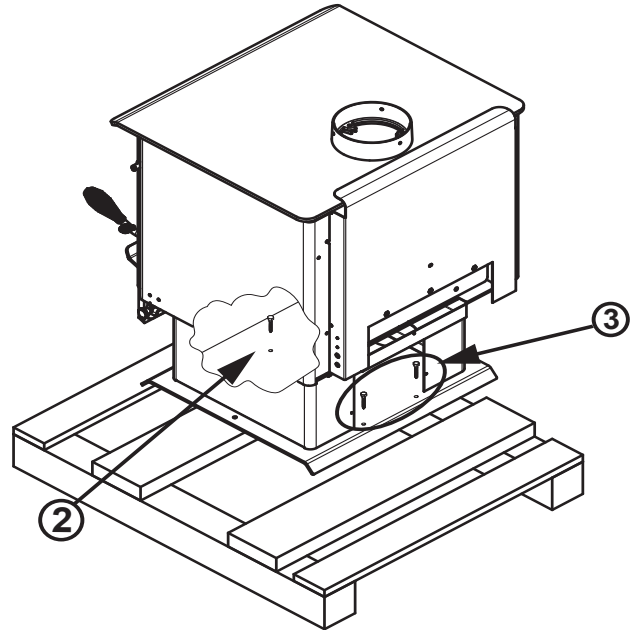

Figure 6.1
2. À l'aide d'une douille de 7/16 po ou d'une clé, enlever l'écrou situé à l'intérieur de la partie avant de l'appareil (**Figure 6.1**).
3. Utiliser une douille de 7/16 po ou une clé et enlever les deux écrous à l'arrière de l'appareil (**Figure 6.1**).